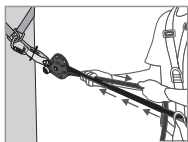
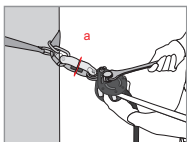

Fig. 3
Fig. 4
Após a instalação da corda de salvamento, a tensão deve ser pré-regulada, puxando manualmente a corda (lado do nó de extremidade – Fig. 3). Automaticamente, o came (8) e a alavanca do came (4) devem entrar em contacto com as cordas. Baixe a alavanca do came (4) e, com recurso a uma chave adaptada, aplique tensão sobre o eixo de regulação da tensão (1) até que a anilha do indicador de tensão (a) colocada no indicador de tensão (2) rode facilmente (Fig. 4). Se rodar facilmente, NÃO APERTE MAIS! Tal corresponderá a uma pré-tensão da corda de cerca de 1 kN. Durante a utilização, verifique regularmente a tensão (rotação da anilha do indicador de tensão) e ajuste conforme necessário, de acordo com as instruções abaixo.
**ATENÇÃO!** Não tente despertar o eixo de regulação de tensão (1) com a chave. O came (8) resiste a essa ação e resiste às rotações no sentido contrário ao dos pontos do relógio. Despertar bruscamente neste sentido pode afetar gravemente o funcionamento do sistema e o estado da corda.